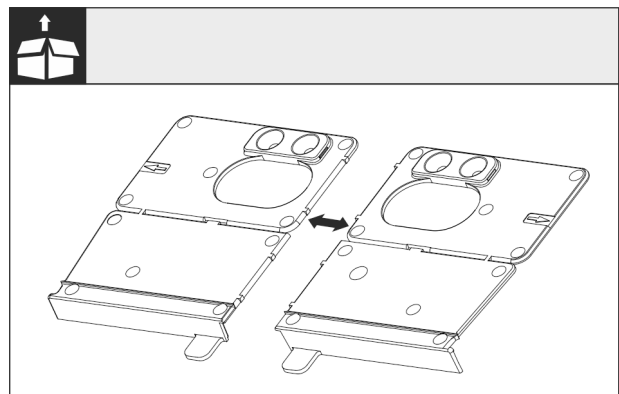

Fig. 27
► Separe la base de la escuadra de montaje Fig. 27 () en la perforación.